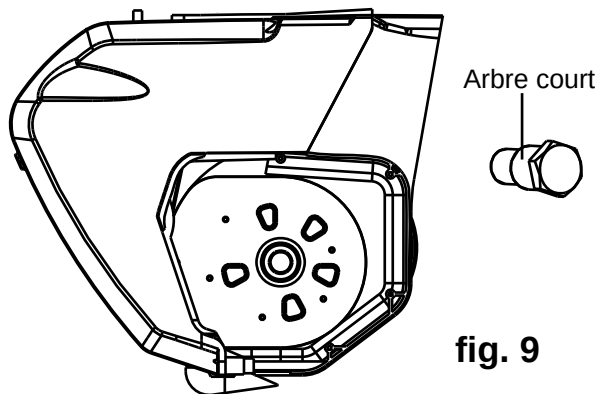

fig. 9
2. Retirez l'arbre court (fig. 9).